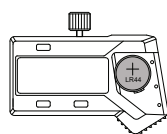

fig.2
- Placez la pile SR44 ou LR44 dans le logement de la pile, le côté positif de la pile (+) doit être orienté vers l'extérieur (fig.2).